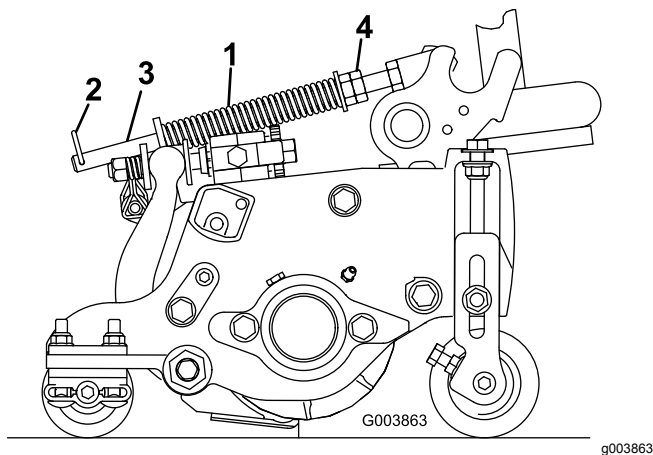

Bild 15
Die Rasenkompensierungsfeder (Bild 15) verlagert das Gewicht von der Front- zur Heckrolle. Dies reduziert ein Bobbing genanntes Wellenmuster auf der Rasenfläche.
1. Stellen Sie sicher, dass der Lastösenbolzen in das hintere Loch in der Federstange eingesetzt ist (Bild 15).
2. Ziehen Sie die Sechskantmuttern vorne an der Federstange an, bis die zusammengedrückte Länge der Feder am Reelmaster 5410 mit 12,5-cm-Schneideinheiten 12,7 cm oder am Reelmaster 5510 und mit 17,8-cm-Schneideinheiten 15,9 cm beträgt, siehe Bild 15.